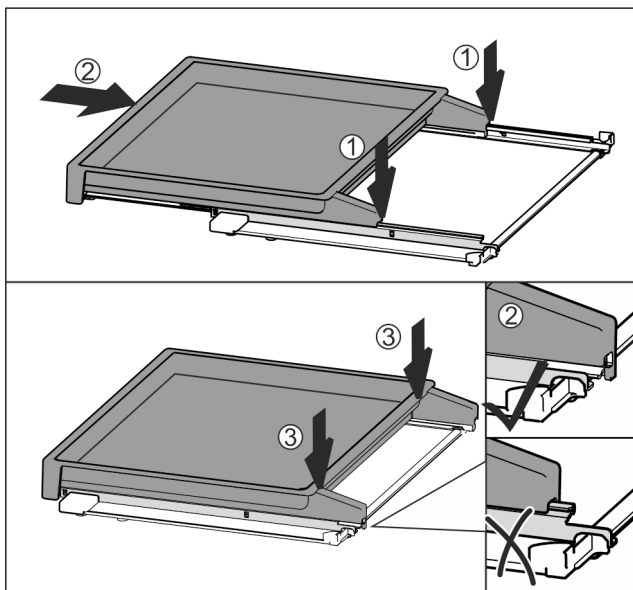

Fig. 134
- ▶ Установить по центру на направляющие Fig. 134 (1).
- ▶ Вставить вытяжную панель полностью Fig. 134 (2).
- ▶ Нажимать на задней стороне до тех пор, пока не будет слышна фиксация Fig. 134 (3).